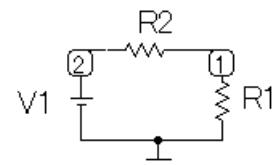
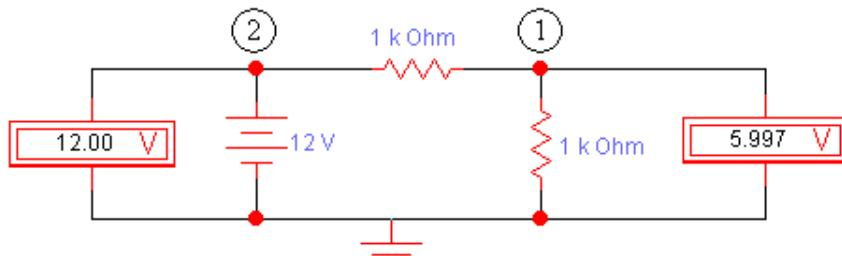

Рис. 1.3
Рис. 1.4
Соберите схему рис. 1.3 в программе WorkBench (рис. 1.4), проведите моделирование, результаты внесите в табл. 1.2.
В программе MicroCAP для цепи на рис. 1.3 в меню «Анализ» в режиме «Расчет по постоянному току» нажмите кнопку вывода значений мощности «Powers» в элементах цепи, внесите полученные результаты в табл. 1.2.
В программе MicroCAP для цепи на рис. 1.3 в меню «Анализ» выберите режим «Передаточные характеристики по постоянному току», задайте имя изменяющейся переменной V1 и получите на одном графике зависимости входного V(2) и выходного V(1) напряжения от напряжения источника V1, приведите в отчете соответствующий график. Проанализируйте результаты, сделайте выводы.